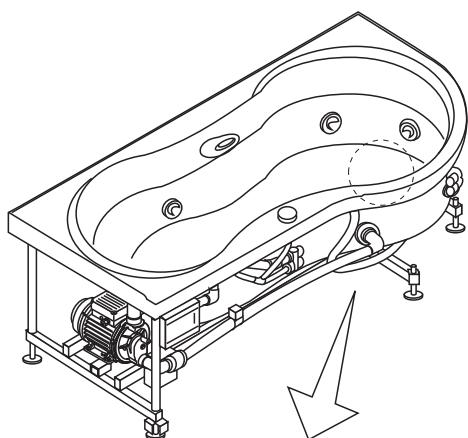

図2 排水管で接続する場合
2. ホースインナーに平パッキンを取付けます。(図2)
4. バスタブを指定位置(図1)に設置し、ドレイン(排水口)を排水管または、排水枠の真上に合わせます。(図2・4)
2. フロントパネル受け金具 A の前面がバスタブのフランジ面と面一になるように調整し、固定します。(3ヶ所)(図 2)